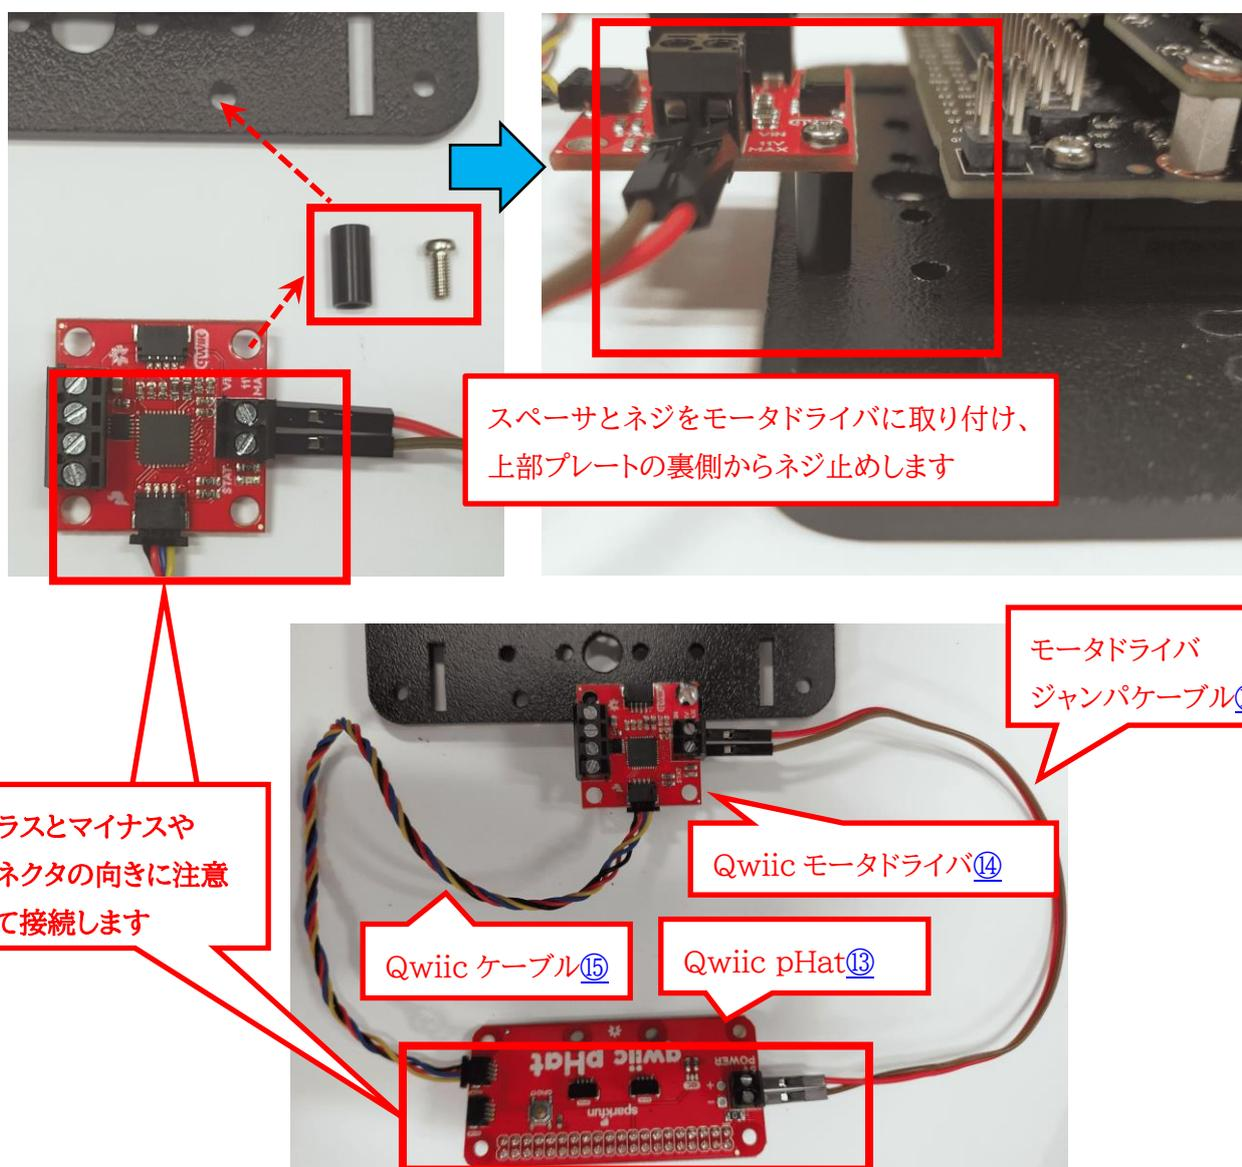

図 2-15 モータドライバと Qwiic Hat 基板の取り付け
Qwiic モータドライバ⑭の電源コネクタにモータドライバジャンパケーブル⑯を接続します。ジャンパケーブルの反対側は Qwiic pHat ⑬の電源コネクタに取り付けます。この時、プラスとマイナスを間違えないように取り付けます。また、Qwiic ケーブル⑮も図 2-15 の下図のようにモータドライバと Qwiic pHat に接続します。モータドライバはスペーサ⑩とネジ⑫でモータドライバ後方部に図 2-15 の上図のように取り付けます。